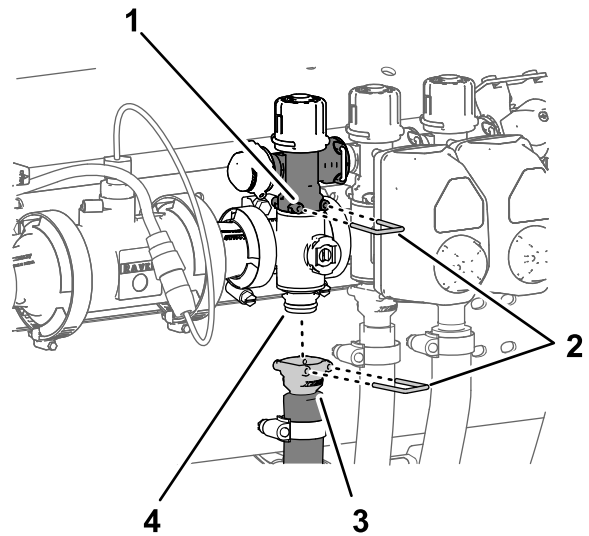

Bild 120
- Entfernen Sie den Schnellkupplungsstift, mit dem die Schnellkupplung für das Abschnittsicherheitsventil am Abschnittverteilerventil befestigt ist (Bild 120).
- Entfernen Sie den Schnellkupplungsstift, mit dem die Schnellkupplung für den Abschnittzulaufschlauch am Verteiler für das Schnellkupplungsanschlussstück des Abschnittverteilerventils befestigt ist (Bild 120).